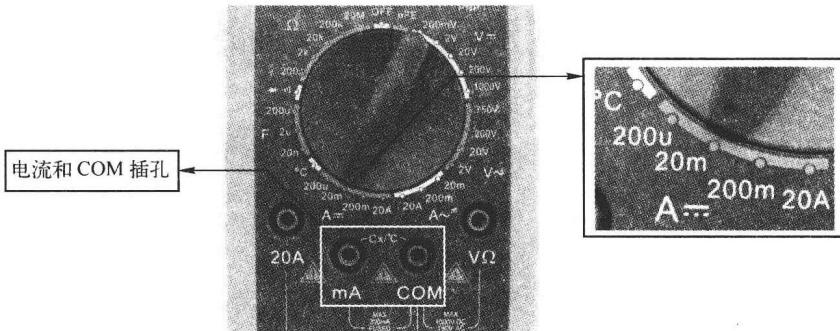

图 1-9 数字万用表 VC890C+——电流挡
(2) 电流插孔。测量电流时，应将数字万用表红表笔置于 mA 孔，黑表笔置于 COM 孔，如图 1-9 所示。
(3) 挡位和量程。估计回路电流大小约为十几毫安，因此将转换开关拨到直流 20mA 挡，如图 1-9 所示。此时，数字万用表就相当于一只直流电流表。